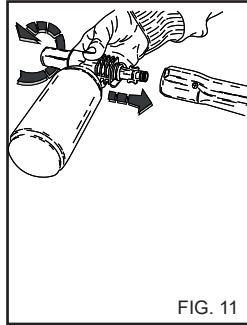

FIG. 11
2) Ta av förlängningsröret från fästet och sätt på sprutan för rengöringsmedel (fig. 11). Starta hetvattentvätten och spruta nedifrån och uppåt på den yta som ska tvättas. På modeller med uppsugning av rengöringsmedel öppnar du kemikaliekranen (fig. 5B) och för munstycket framåt. Låt verka några minuter.